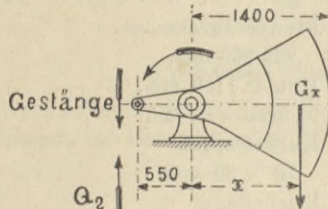

Fig. 3.
8. Abwärtsbewegung (Drücken) Fig. 3,